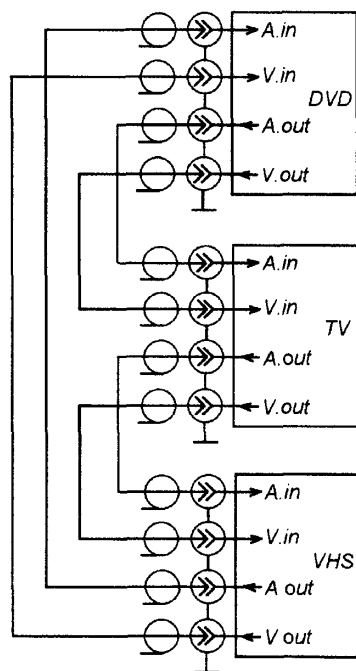

Рисунок 1.
В результате, видеоплеер был включен между телевизором и DVD-рекордером (рис.1). Выходы телевизора (TV) подключены к входам видеоплеера (VHS), выходы видеоплеера (VHS) – к входам для камеры рекордера (DVD), а выходы (тюльпаны) рекордера (DVD) – к входам телевизора (TV). Получилось такое вот «колечко» (рис. 1).